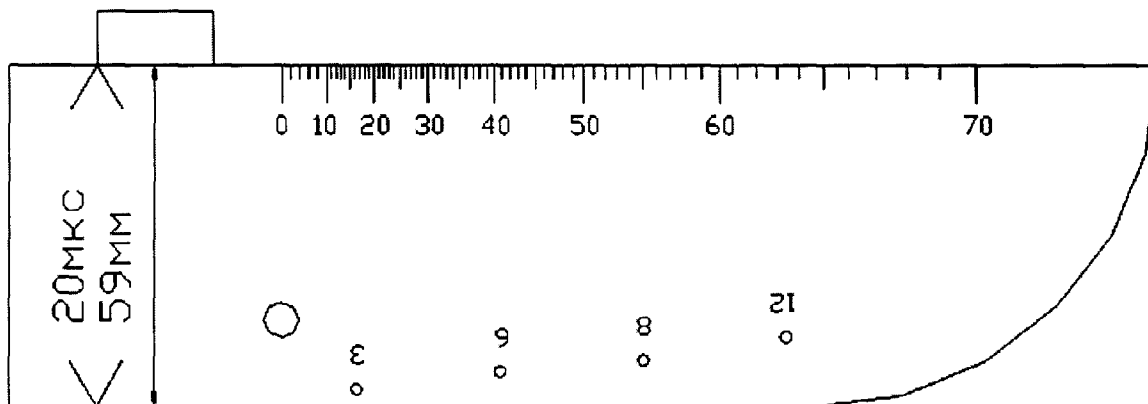

Рисунок 13 Положение РС ПЭП П112-2,5 на мере
8.11.3 Расположить ПЭП на смоченной контактной жидкостью поверхности меры №3Р из комплекта ККО-3 таким образом, чтобы прозвучивался бездефектный участок меры (рисунок 13). Вращая ручку левого энкодера, установить вершину первого донного эхо-сигнала на половину высоты экрана. Вращая ручку правого энкодера, установить курсор в информационное окно меню со значением 2Тп, нажатием на ручку энкодера активизировать